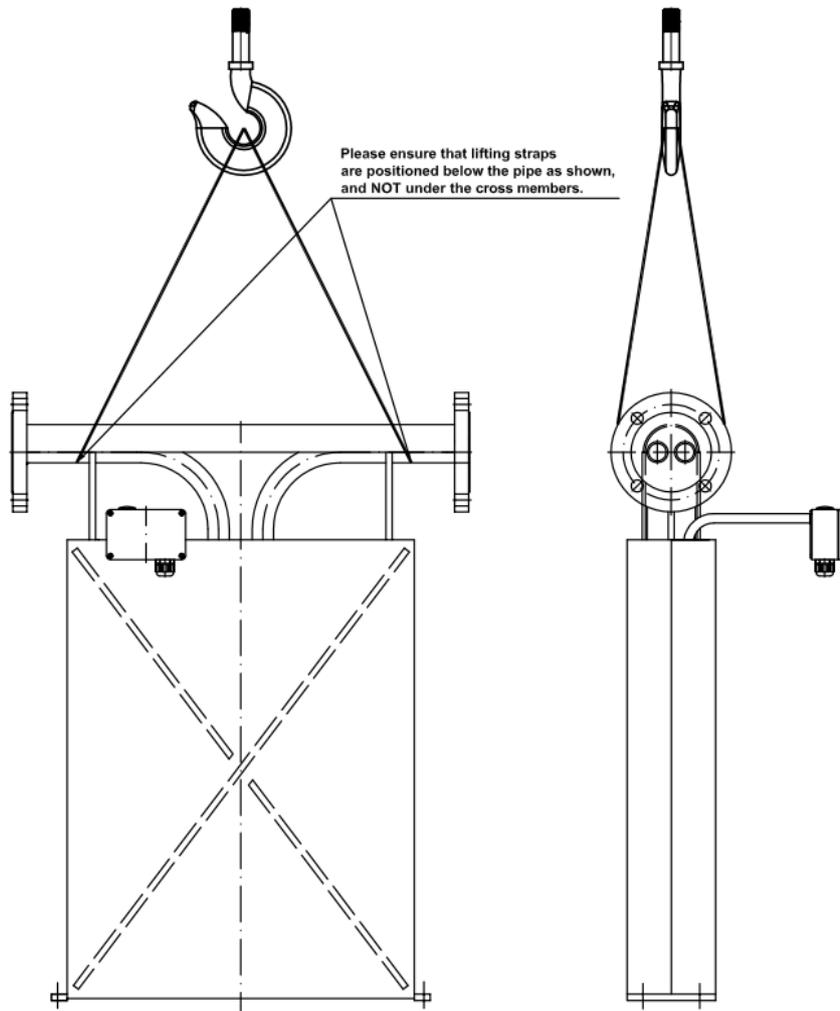

Abbildung 1: Heben eines schweren Messgeräts
- Sensoren sollten wie in Abbildung 1 dargestellt gehoben werden.